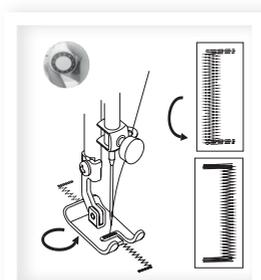

fig.3
Selecione o ponto número (12) novamente e faça de 3 a 4 pontos, pare a máquina, levante a agulha e o pé calcador, vire o tecido (**fig. 3**).